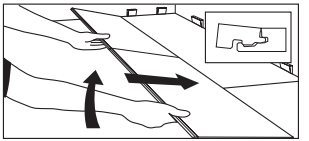

Figure 9
- Maintenez la planche inclinée vers le haut et poussez vers l'avant jusqu'à ce que les planches s'emboîtent l'une dans l'autre (fig. 9).